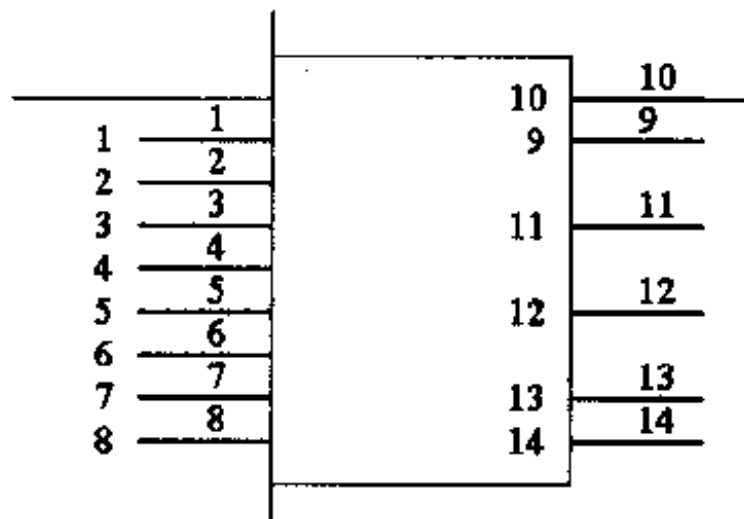

图 3-32 放置引脚后的显示结果
(4) 执行菜单命令 Place/Pins，或用鼠标左键单击画图工具条上的  按钮，来放置元件的引脚。将光标移动到所要放置引脚的位置，单击鼠标左键，把各个引脚放置好。结果如图 3-32 所示。
(5) 编辑各引脚的属性，用鼠标左键双击所要编辑的引脚，会弹出引脚属性对话框，在对话框中分别对各引脚进行编辑修改。各引脚的修改情况如下：